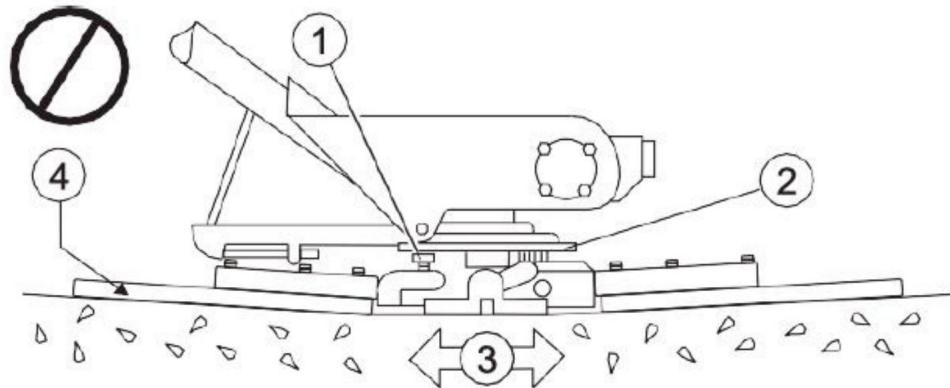

FIG.17
13.2.2 Inclinez les pales aussi à plat que possible. Les boulons de réglage doivent tous entrent à peine en contact avec la plaque d'usure inférieure de la boîte à araignée. Si l'on est ne prenant pas contact, un ajustement sera nécessaire. (FIG.17, FIG.4).
La FIG. 17 illustre un « alignement incorrect », des bagues d'araignée usées ou pliées.